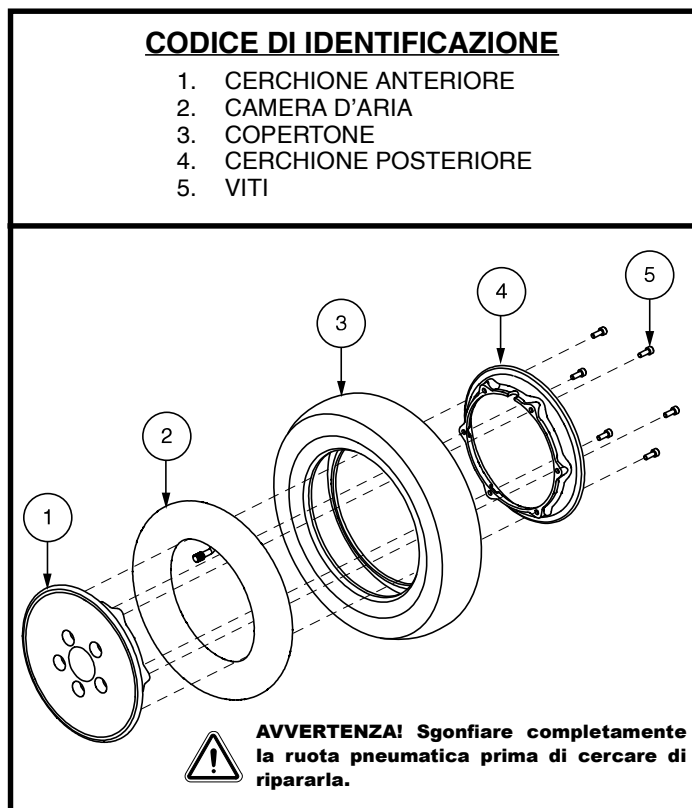

Figura 29. Ruota pneumatica motrice smontaggio/montaggio
6. Rimuovere le viti che fissano i cerchi. **Vedere figura 29.**